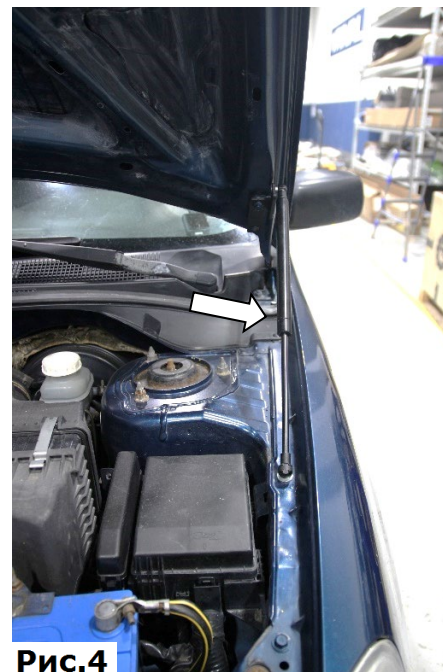

Рис.4
6. Убрать штатный упор. Защелкнуть фитинги амортизаторов на шарниры. Амортизаторы устанавливаются штоком к крылу (Рис.4).